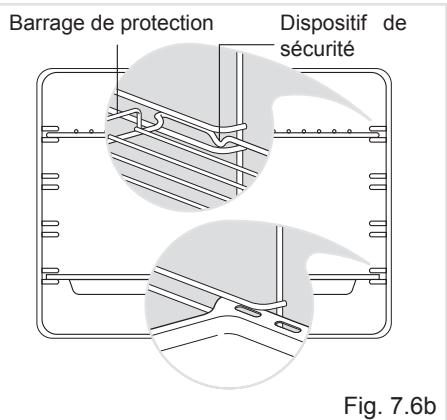

Fig. 7.6b
- Faire glisser sur les guides la grille et la lèchefrite fig. 7.6b.